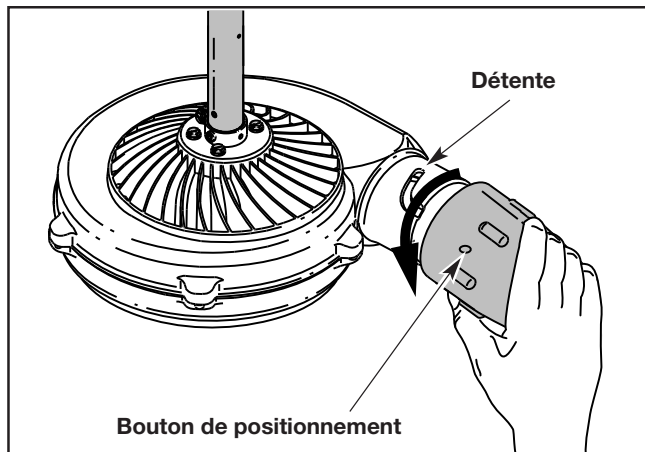

Fig. 8
1. Saisissez l'embout et tournez-le dans le sens contraire des aiguilles d'une montre d'environ 45° jusqu'à ce que le bouton de positionnement à l'intérieur de l'embout sorte de la détente dans le boîtier de la souffleuse (Fig. 8). Tirez l'embout du boîtier de la souffleuse.